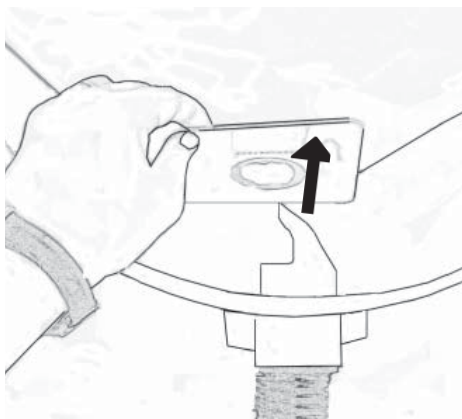

Fig. 23
5. Retire o saco do pó segurando no reforço de cartão e puxando cuidadosamente o cartão e o saco para fora do contentor, Fig. 23. Dobre a parte perfurada do cartão na direcção da abertura do saco para evitar a saída dos conteúdos do saco.